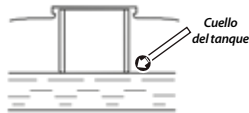

Imagen 13. Agregar gasolina.
5. Agregar gasolina sin sobrepasar la marca que se encuentra en el interior del cuello del tanque. Ver imagen 13.